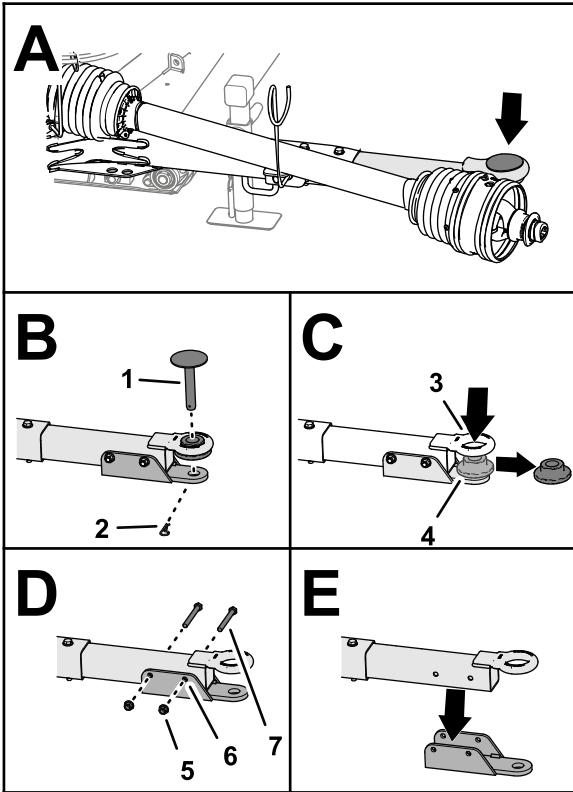

Figura 7
1. Retire la chaveta que fija el pasador de enganche a la barra de tiro y retire el pasador de enganche (Figura 7).
2. Retire el casquillo con brida del ojo del pivote (Figura 7).
3. Retire las 2 contratuerca con arandela prensada y los 2 tornillos con caperuza que fijan el soporte de horquilla a la barra de tiro y retire el soporte de horquilla (Figura 7).